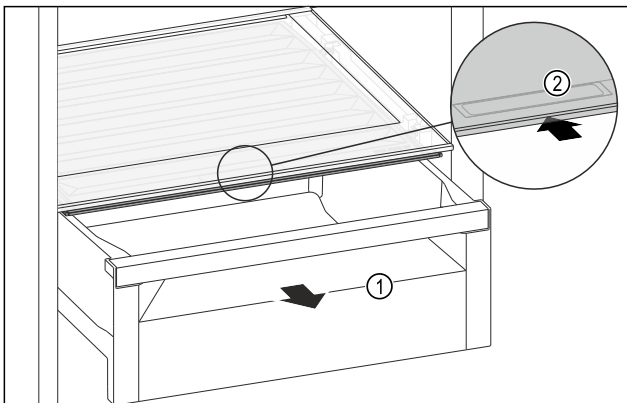

Fig. 201
- ▶ Извлеките выдвижной ящик Fig. 201 (1).
- ▶ Возьмитесь за утопленную ручку Fig. 201 (2) на крышке отделения и одновременно введите крышку отделения назад.